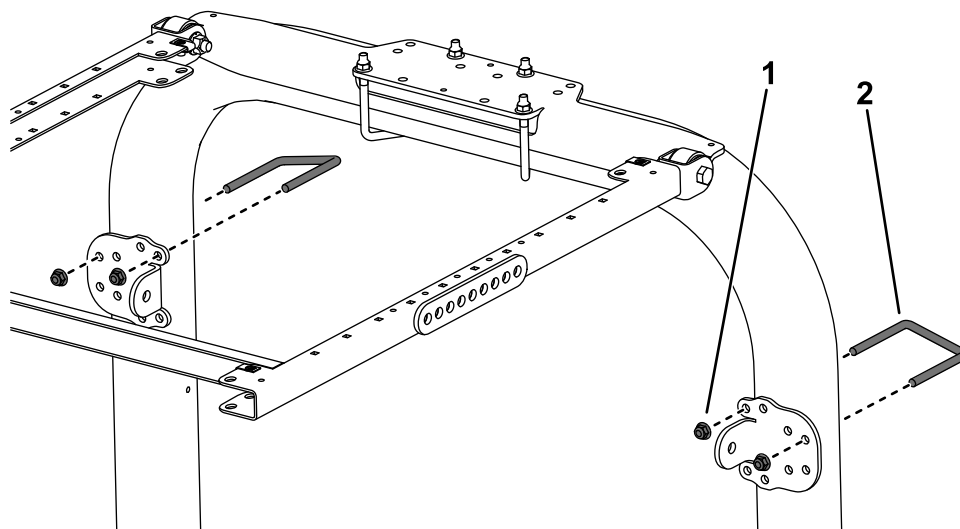

Рисунок 4
4. Используя монтажные отверстия, показанные на рис. Рисунок 4, прикрепите, не затягивая,